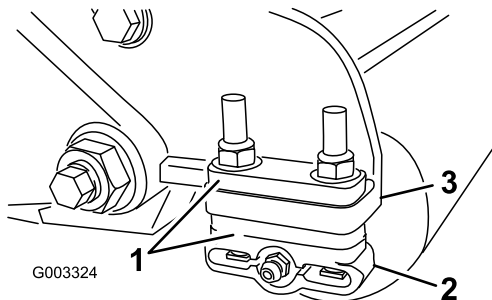

Bild 12
1. Legen Sie die benötigte Anzahl von Distanzstücken unter den Montageflansch der Seitenplatte (**Bild 12**), um die Halterungen der Heckrolle (**Bild 12**) auf die gewünschte Schnitthöhe einzustellen, siehe Schnitthöhentabelle.